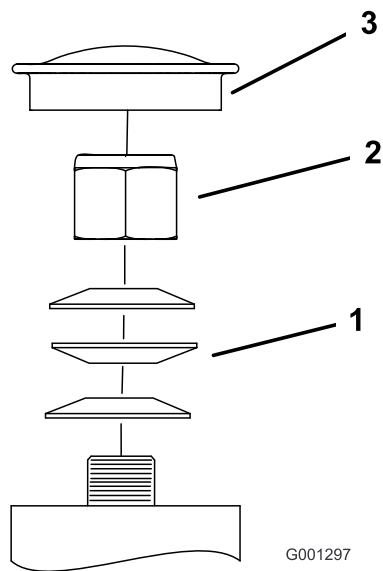

Figure 55
3. Retirez le capuchon antipoussière de la roue pivotante et serrez le contre-écrou (Figure 55).
4. Continuez de le serrer jusqu'à ce que les rondelles élastiques soient aplaties, puis desserrez-le de 1/4 de tour pour obtenir la précharge correcte des roulements (Figure 55).
- Important:** Veillez à placer les rondelles comme illustré (Figure 55).
5. Remettez le capuchon antipoussière en place (Figure 55).